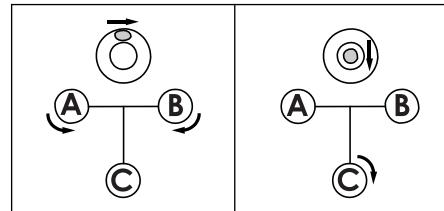

рис.3
3. Выровняйте измерительный инструмент с помощью винтов-ножек 10, чтобы воздушный пузырь находился в центре окошка круглого уровня 12(рис.3).